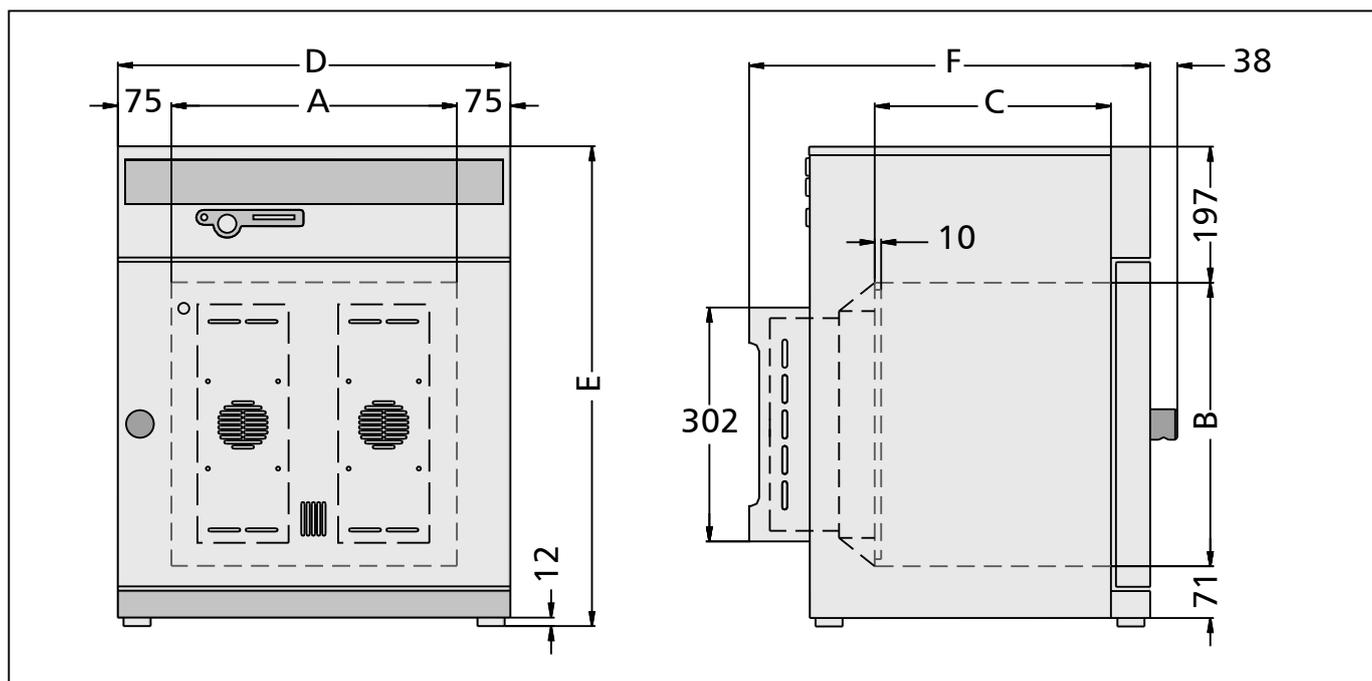

Fig. 5 Dimensiones de las cámaras de clima constante HPP
* Véase la Fig. 5 en la página 16.